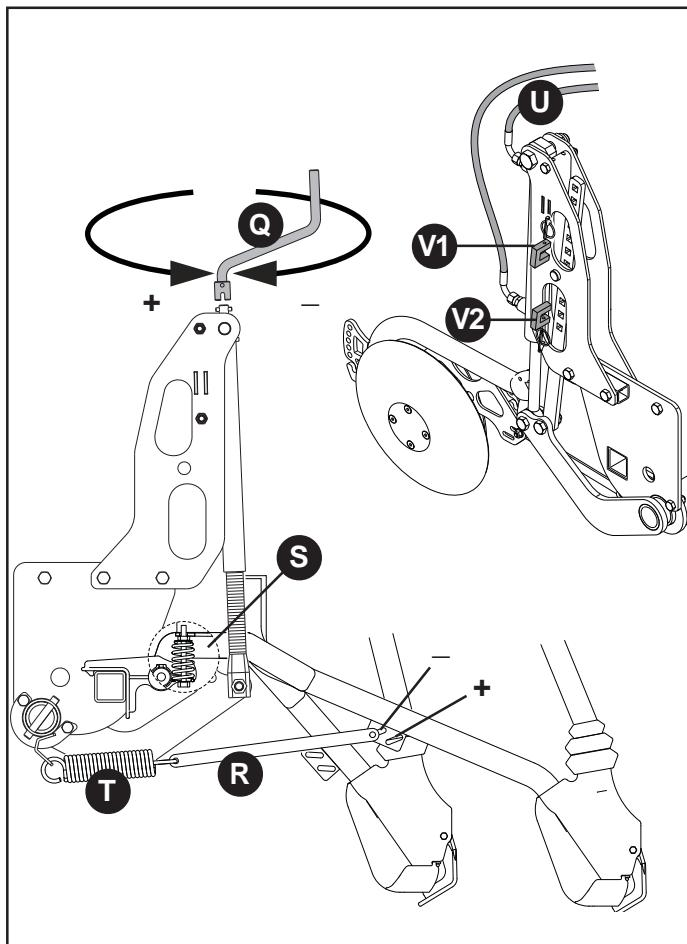

fig. 28
La profondità di semina viene regolata, contemporaneamente per tutti gli assolcatori tramite una manovella (Q, Fig. 28), che consente, se girata in senso antiorario, di esercitare una maggiore pressione degli assolcatori sul terreno e quindi automaticamente una deposizione più profonda del seme.
Si può ulteriormente regolare la pressione, singolarmente, cambiando la posizione del tirante (R, Fig. 28).
Solo con assolcatori a stivaletto è disponibile, come accessorio, una molla (S, Fig. 28) che consente di azzerare il peso del singolo elemento a molla (T) completamente scarica. In questa situazione è possibile eseguire semine superficiali.
A richiesta, la seminatrice può essere dotata di regolazione idraulica della pressione degli assolcatori (U, Fig. 28). Il dispositivo viene montato al posto della vite di regolazione manuale (Fig. 28) e collegato attraverso gli appositi tubi idraulici al distributore della trattrice (doppio effetto).
I blocchetti (V1-V2, Fig. 28) determinano rispettivamente la massima e la minima pressione applicabile agli assolcatori fungendo da finecorsa del cilindro oleodinamico.